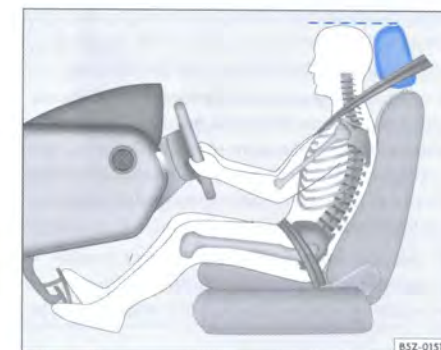

Fig. 2 Ajuste correcto del apoyo para cabeza del conductor
- Ajuste los apoyos para cabezas, de tal forma que la parte superior del apoyo quede en el mismo nivel o lo más próximo posible de la parte más alta de su cabeza ⇒ fig. 2 ⇒ página 8, "Ajuste correcto de los apoyos para cabeza". ▶